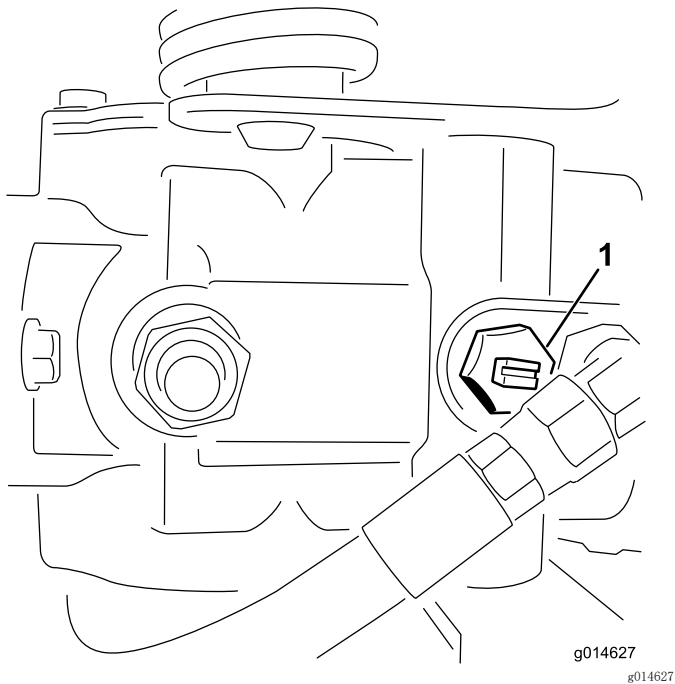

图38
1. 找到并旋转泵上的旁通阀、使槽处于垂直位置（图 38）。
2. 启动发动机之前、旋转旁通阀、使槽处于水平位置、这样就可以关闭旁通阀（图38）。旁通阀打开时，切勿启动发动机。